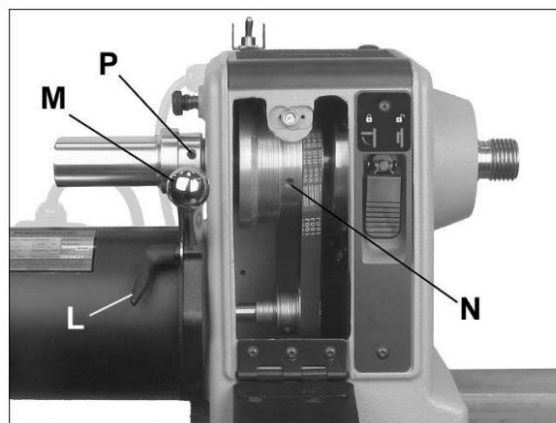

Рисунок 8-9: выравнивание шкива/ремня
3. Ослабьте фиксатор (L, Рисунок 8-9) и поднимите рукоятку натяжения (M, Рисунок 8-9), чтобы поднять
двигатель. Затяните фиксатор (L, Рисунок 8-9), чтобы зафиксировать двигатель в поднятом положении.
5. Ослабьте фиксатор (L, Рисунок 8-9) и опустите двигатель, чтобы натянуть ремень. Убедитесь, что ручки поликлинового ремня точно расположились в канавках шкива. Не перетягивайте ремень. Чтобы предотвратить проскальзывание ремня, достаточно слегка опустить рукоятку натяжения (M).
6. Затяните фиксатор двигателя (L).
взаимное расположение необходимо снова отрегулировать. Для этого при помощи шестигранного ключа ослабьте два установочных винта на шкиве шпинделя (один из них N, Рис. 8-9) и передвиньте шкив в нужное положение. Затяните установочные винты.
2. Ослабьте фиксатор (L, Рис. 8-9) и поднимите рукоятку (M), чтобы приподнять двигатель.
3. Затяните фиксатор (L), чтобы заблокировать двигатель в этом положении. Снимите ремень с нижнего шкива.
4. При помощи шестигранного ключа на 3 мм ослабьте два установочных винта на маховике (P, Рис. 8-9) и снимите его со шпинделя. (ПРИМЕЧАНИЕ: Левая резьба; чтобы ослабить, вращайте по часовой стрелке).
6. При замене шкива шпинделя, ослабьте два установочных винта (N, Рис. 8-9), и сдвиньте шкив со шпинделя. Установите новый шкив, слегка затянув два установочных винта. Убедитесь, что шкив расположен правильно.
9. Установите на место маховик и затяните установочные винты (P, рисунок 8-9).
10. Выровняйте новый шкив (см. раздел 8.9), затем плотно затяните на нем два установочных винта (N, Рис. 8-9).
11. Ослабьте фиксатор двигателя (L) и дайте ему опуститься. Не перетягивайте ремень. Чтобы предотвратить проскальзывание ремня, достаточно слегка опустить рукоятку натяжения (M).
12. Затяните фиксатор (L).